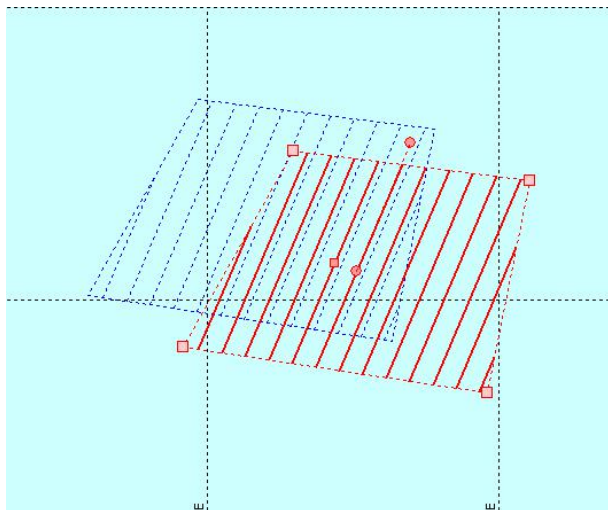

图 9.7 拖动集合对象
(1) 进行整体平移拖动，拖动过程中会看到有个历史印记（蓝色虚线），如图 9.7 所示。